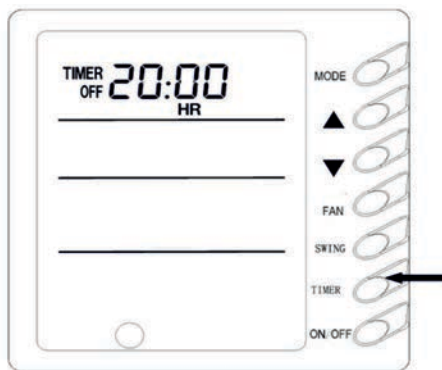

Рис.3.7
6) Настройка Таймера: См.Рис.3.7: